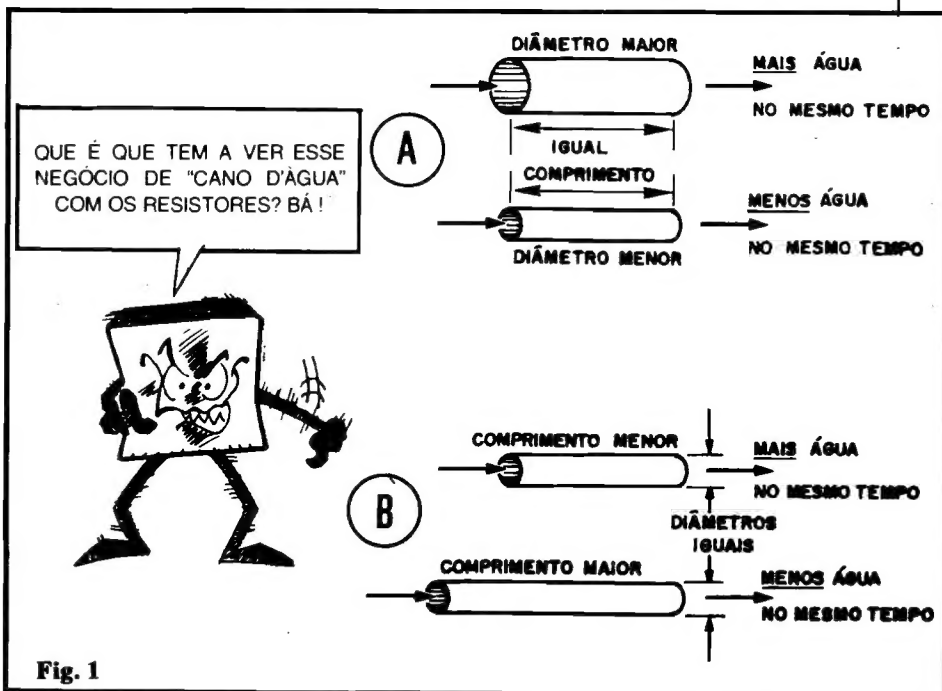

Fig. 1
- **FIG. 1** - Os canos existentes em qualquer instalação hidráulica (como a que alimenta de água a sua casa...) exercem, naturalmente, uma certa “resistência” ao fluxo da água. Algumas regras básicas, contudo, conhecidas por qualquer encanador ou bombeiro hidráulico: